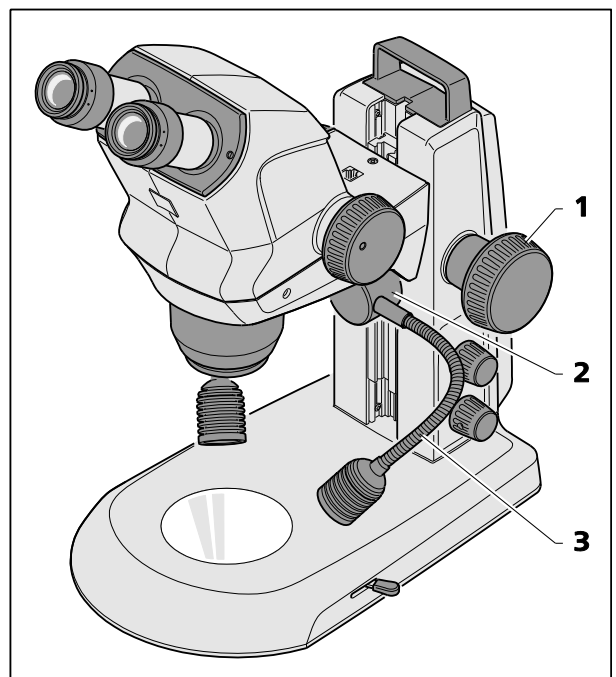

Abb. 16 Doppelspot-Leuchte
- Den Mikroskopkörper mit dem Triebknopf (Abb. 16/1) in die höchste Position bringen.
- Die Doppelspot-Leuchte (Abb. 16/2) in der Führung auf die gewünschte Höhe schieben.
- Die Spots mithilfe der beiden Schwanenhälse (Abb. 16/3) so positionieren, dass die Probe optimal beleuchtet wird.